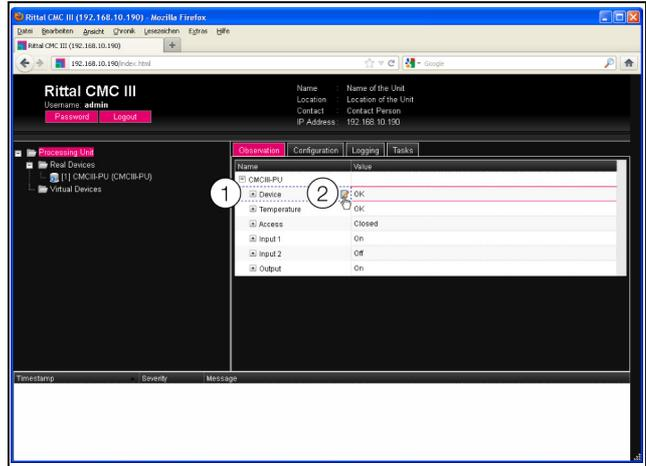

Abb. 34: Auswahl mehrerer Parameter
- Klappen Sie nur den Eintrag „CMC III PU“ aus, indem Sie auf das „Plus“-Zeichen vor diesem Eintrag klicken (Abb. 34, Pos. 1).
- Setzen Sie den Mauszeiger an das Ende der ersten Spalte in der Zeile „Device“ (Abb. 34, Pos. 2).